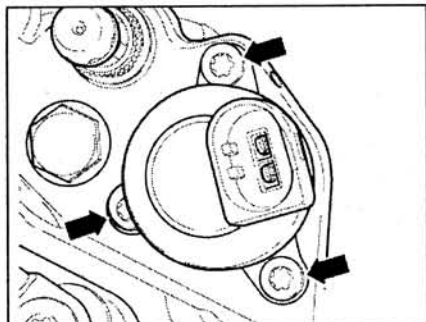

Рис. 3.58. Открутите болты крепления (стрелки) и снимите клапан регулировки давления топлива.
2. Открутите болты крепления (стрелки) и снимите клапан регулировки давления топлива (рис. 3.58).